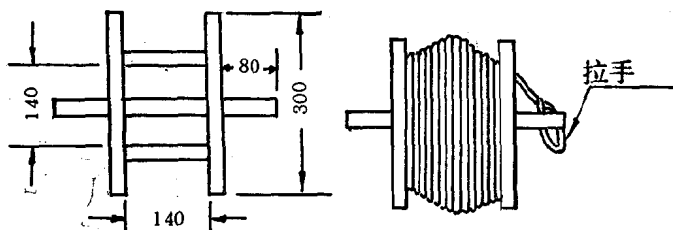

图 4
3. 用木条钉一木框，把测绳卷在其中，尺框的旁边中间为手柄，如图 4。